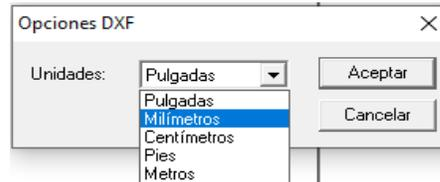

Figura 2.3
- Se abrirá la ventana que se muestra en la Figura 2.3, donde se puede seleccionar el tipo de unidad (se recomienda seleccionar milímetros). Una vez seleccionada dar clic en “Aceptar”.